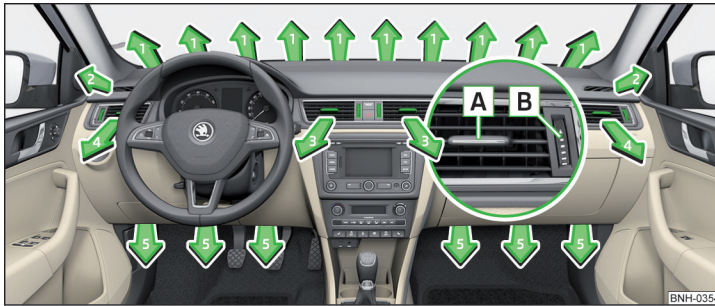

Fig. 101 Fantele de ventilație
La fantele de ventilație 3 și 4 » fig. 101 se poate modifica direcția curentului de aer, iar duzele se pot deschide și închide și individual.
- » Pentru a modifica pe înălțime direcția curentului de aer, deplasați lamele orizontale cu ajutorul elementului de reglare deplasabil **A** » fig. 101 în sus sau în jos.
» Rotiți regulatorul **B** » fig. 101 în sus.
» Rotiți regulatorul **B** » fig. 101 în jos.
Setarea direcției fantei de ventilație	Fante de ventilație active » fig. 101